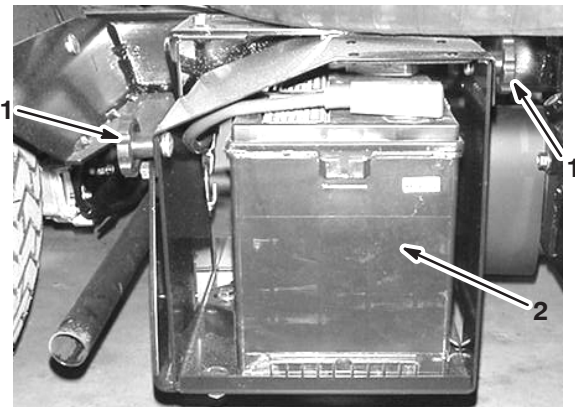

Bild 60
2. Lockern Sie die Handräder an beiden Seiten des Batteriekastens und nehmen Sie die Batterieabdeckung ab (Bild 60).
3. Nehmen Sie die Batteriehalterung und die -befestigungen ab (Bild 60).
3. Setzen Sie die Batteriehalterung ein und befestigen Sie sie mit den vorher abgenommenen Befestigungen (Bild 60).
4. Montieren Sie die Batterieabdeckung und befestigen Sie sie mit den zwei Handrädern (Bild 60).
1. Lockern Sie die Handräder an beiden Seite des Batteriekastens und nehmen Sie die Batterieabdeckung ab (Bild 60).